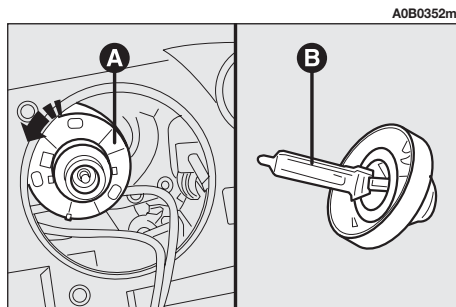

fig. 26
– Tourner la bague (**A-fig. 26**) dans le sens inverse des aiguilles et la dégager.
– Sortir l'ampoule à xénon (**B-fig. 26**).